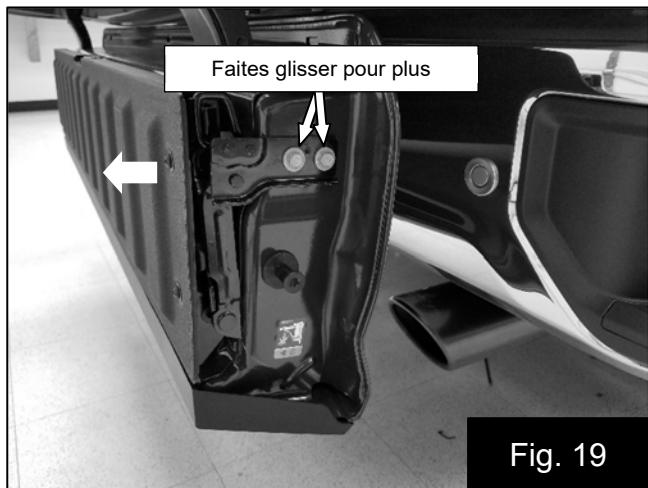

Fig. 19
33. Fermez le marchepied par-dessus le baffle des haut-parleurs et vérifiez qu'il y a un espace libre entre le marchepied et le baffle. Si un espace supplémentaire est nécessaire, ouvrez le hayon intérieur et desserrez les deux boulons de charnière de chaque côté. Faites glisser le marchepied en l'éloignant du baffle et resserrez les boulons de la charnière. Vérifiez à nouveau l'espace libre et assurez-vous que le marchepied se ferme toujours facilement. Fig 19